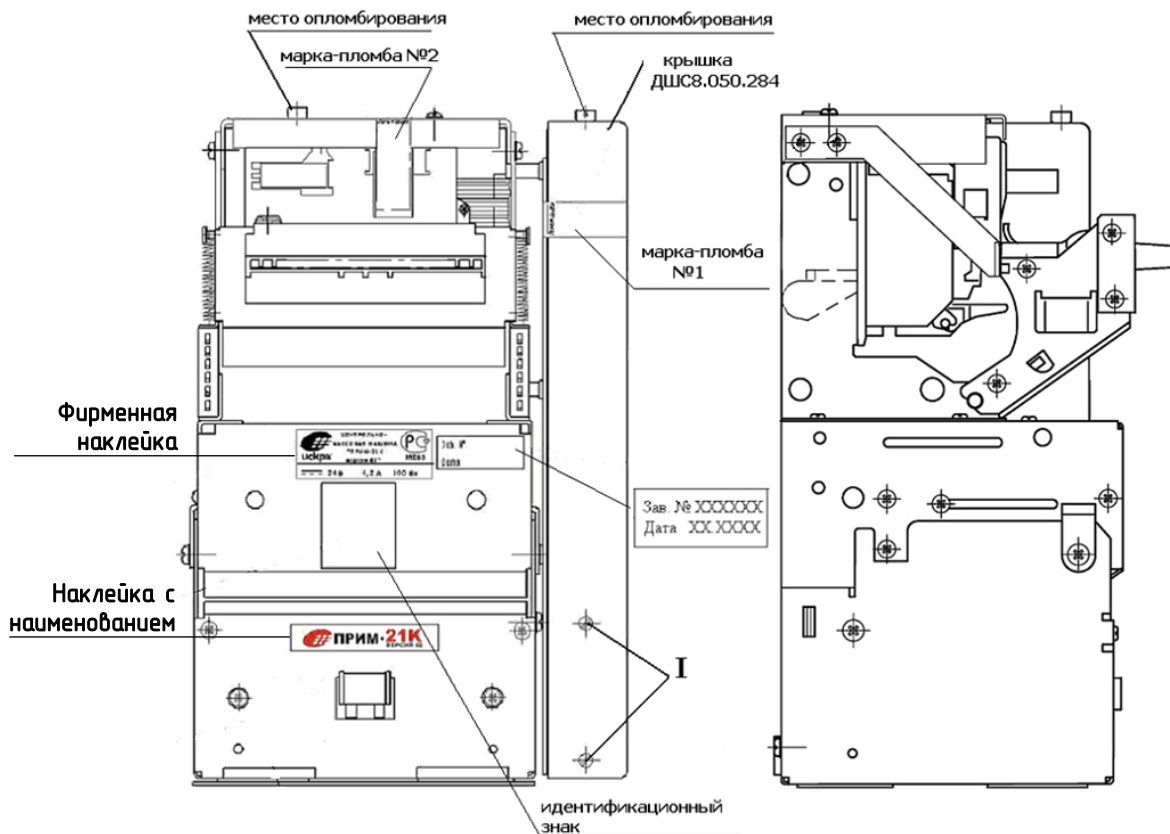

Рисунок 4.1 – Виды ККМ спереди и слева
- доработать крышку ДШС8.050.284 (см. рисунок 4.1) согласно рисунку 4.6 (сзади просверлить 2 отверстия диаметром 4 мм, одно отверстие диаметром 16 мм, 2 отверстия диаметром 1,6 мм);